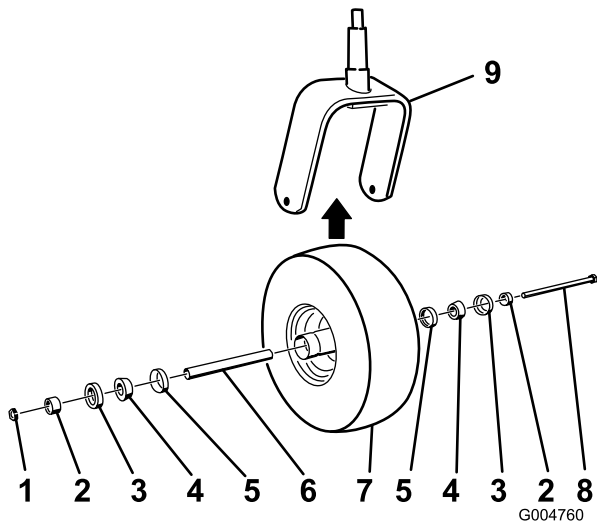

図 54
2. キャスタ・ホイール・アセンブリをキャスト・フォークの間に保持しているボルトのロックナット（図 54）を外す。
5. コーン・ベアリングにグリスをパックし、キャスタ・ホイールのハブにコーン・ベアリングとシールを押し込み、図 54のように組み上げる。